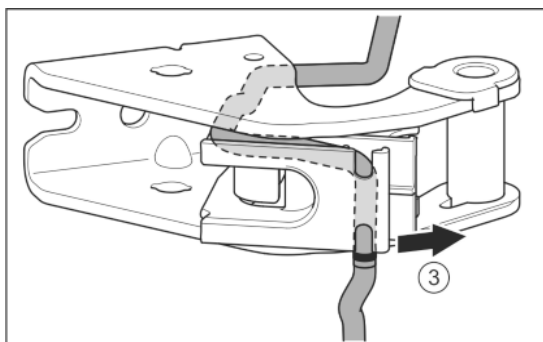

Fig. 28
- ▶ Высвободить кабель из направляющей. Fig. 28 (3)